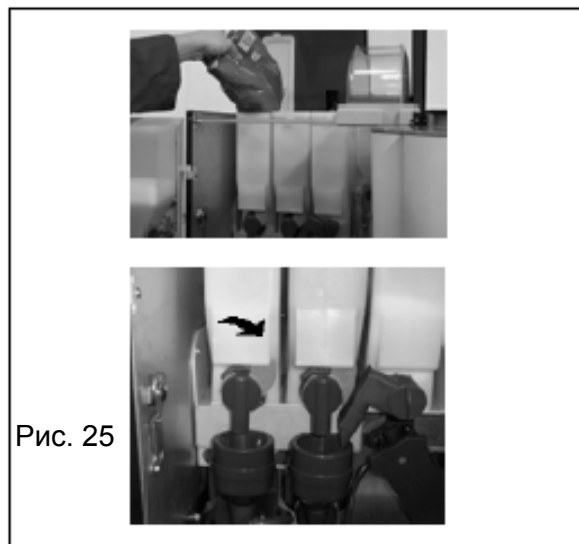

Рис. 25
- контейнеры для продуктов можно заполнять, не вынимая их; однако если все же понадобится их вынуть, убедитесь, что раздвижная панель выпускного отверстия подачи продуктов закрыта (рис. 25). Особенно важно закрыть панель, расположенную на контейнере, перед тем как вынимать контейнер для кофейных зерен. Внимание: контейнеры можно заполнять, не снимая их с держателей